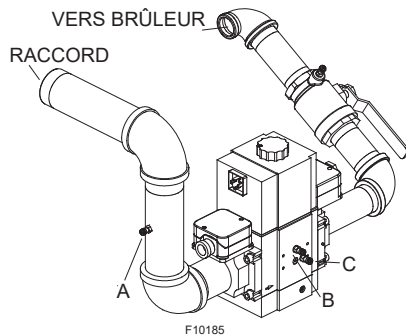

Figure 52. Emplacements de mesure de pression de gaz
2. Connectez un manomètre gradué de 12 po à un point de purge situé en amont, sur le tuyau d'alimentation en gaz de la chaudière (point de mesure "A", **Figure 52**).
3. Connectez un manomètre gradué de 24 po à un point de mesure de pression situé près du robinet d'arrêt, en aval de la vanne de gaz (point de mesure "D", **Figure 52**).